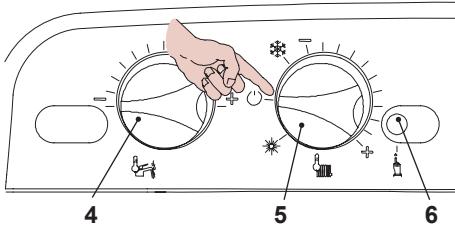

Fig. 5.73
- Per uscire dalla programmazione posizionare il selettore di funzione / manopola regolazione temperatura 5 come indicato in Fig. 5.73.